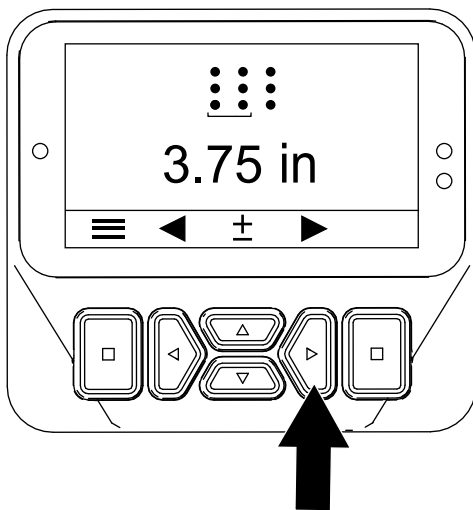

図 48
5. 右ボタンを押して、「穴間隔の設定」画面を表示する (図 48)。
6. 右ボタンを押して、「タイン直径の設定」画面を表示する (図 48)。